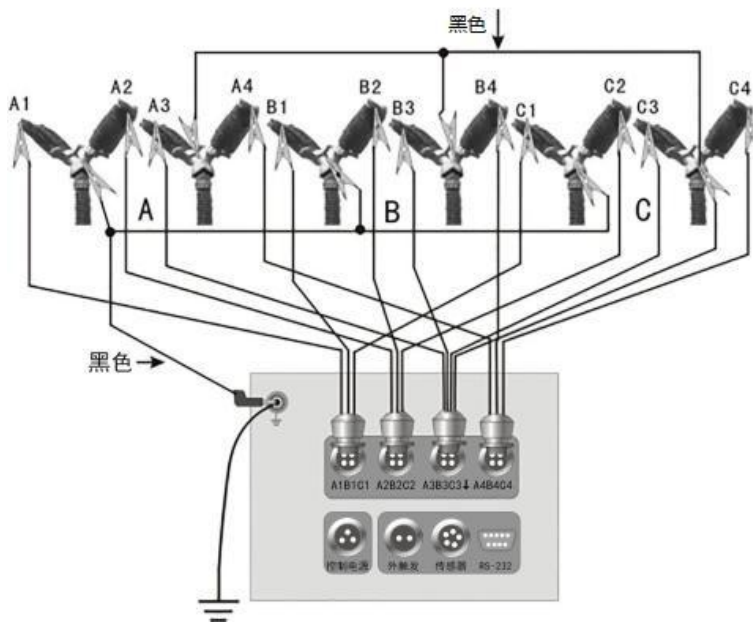

图11 十二断口接线图
(3) 双端接地开关：对于双端接地开关，仪器配有专用
(4) 的测试线，如图11 所示：